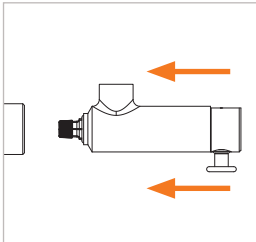

Abbildung 9
- ▶ Stecken Sie den Adapter mit gedrücktem Ventilknopf (Pos. 4) gerade und soweit in den Prüfling ein, bis die Frontdichtung (Pos. 7) den Prüfling berührt (*Abbildung 9*). Dadurch wird eine Beschädigung der Frontdichtung durch eventuell scharfe Kanten am Prüfling vorgebeugt und das richtige Anschließen gewährleistet.